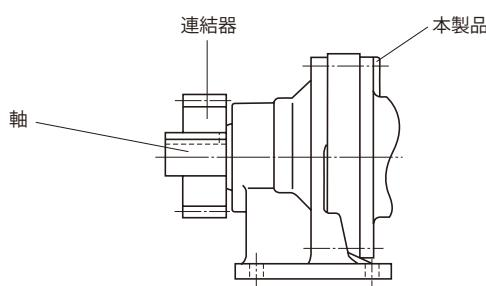
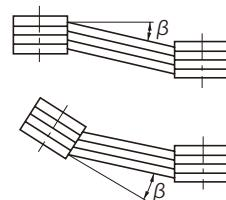

図 5-2
図 5-3
(2) チェーン・スプロケット、ギヤを使用する場合
- スプロケットやギヤの荷重作用点が、軸中央より本製品側へくるようにしてください。(図 5-2 参照)
(3) Vベルトを使用する場合
- 両ブーリ間の平行度、偏心度 β は $20'$ 以内としてください。(図 5-3 参照)